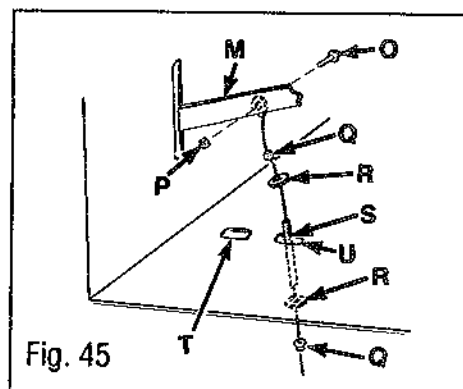

Fig. 45
1. Décrocher le câble de la tondeuse et retirer la vis et l'écrou (P et O, Fig. 45) attachant le câble au levier d'entraînement de la lame de tondeuse.
2. Desserrer les écrous (Q) qui retiennent le cylindre de réglage du câble sur le tracteur. Retirer le câble.
3. Faire passer le câble neuf dans le tracteur. Les câbles pour tondeuses de 71 et 91 cm (28 et 36 po) sont acheminés par les deux trous avant (T), le câble de la tondeuse de 84 cm (33 po) est acheminé par le trou arrière (U). Assujettir le cylindre de réglage du câble sur le tracteur. Assujettir l'extrémité du câble, sur la droite du levier d'entraînement de la lame de tondeuse (M) avec une vis et un écrou (P et O). Attacher à nouveau le câble sur la tondeuse.